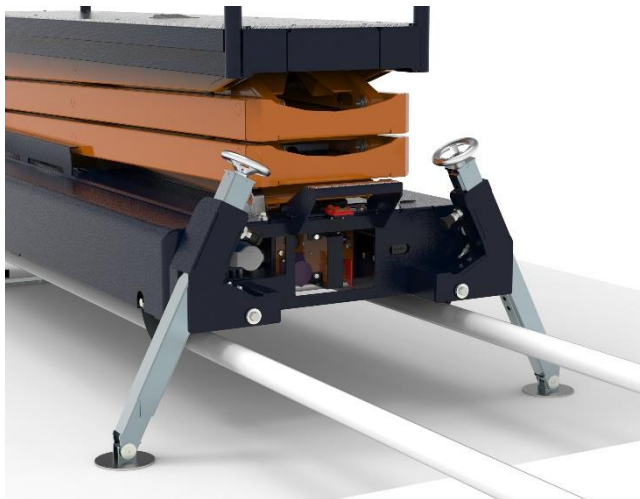

Fig. 8.6; Overzicht stempels uit
Draai met het handwielen (D) de stempelstaanders naar beneden. Draai de beide handwielen totdat de **BENOMIC S500** stabiel en horizontaal staat (Fig. 8.6).